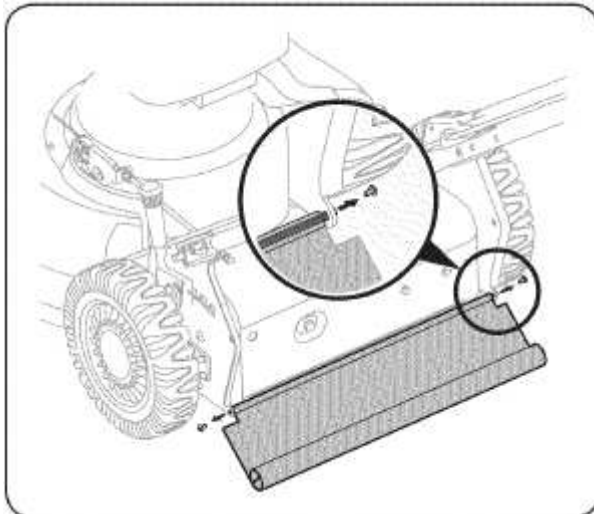

РИС. 16
1. Поднимите заднюю дверцу, выкрутите винт и нажмите на щиток в любом направлении для высвобождения из отверстия (см. Рис. 16).